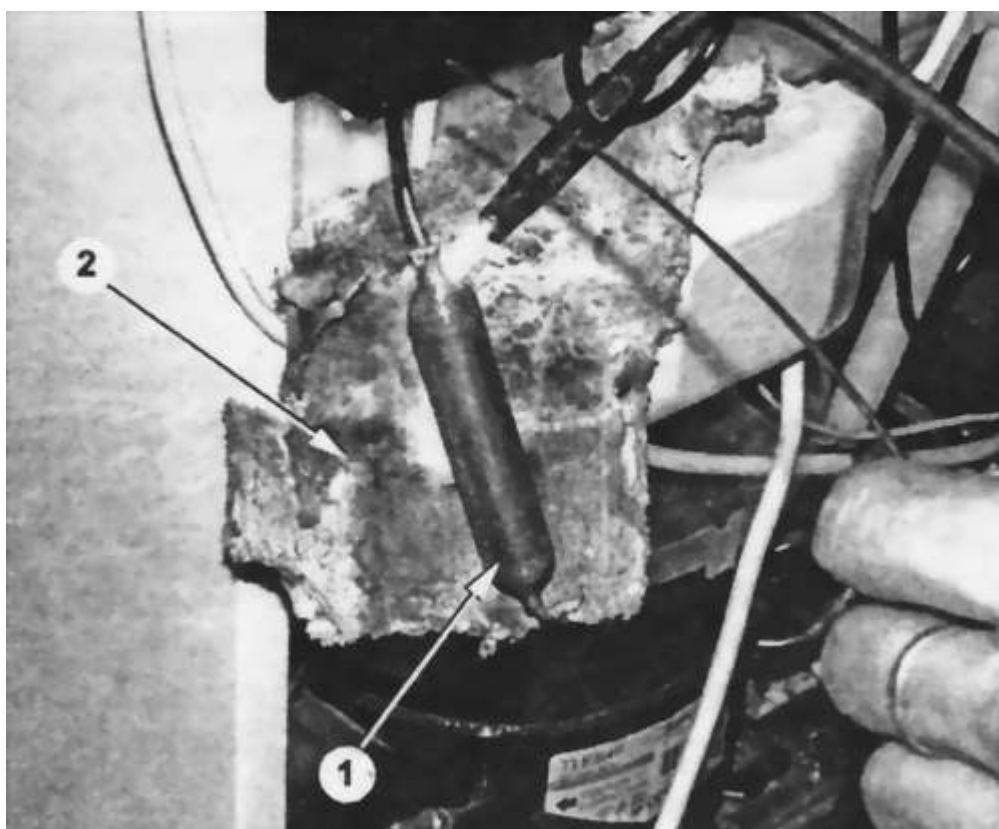

Рис. 6
- после устранения утечек заменяют фильтр-осушитель 1 (рис. 6).